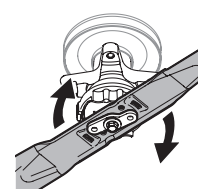

Figure 7
8. Tournez la lame vers la droite pour l'aligner avec l'adaptateur de lame. Voir la Figure 7.